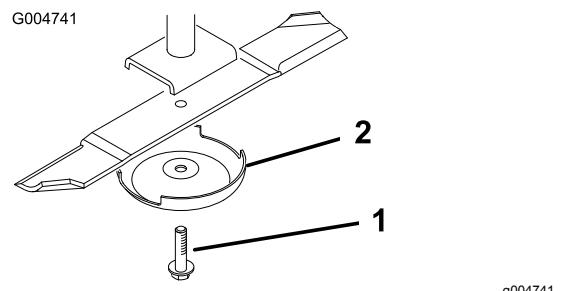

Bild 129
3. Entfernen Sie die Messerschraube, die Antiskalpiercuppe und das Messer von der Spindelwelle (**Bild 129**).